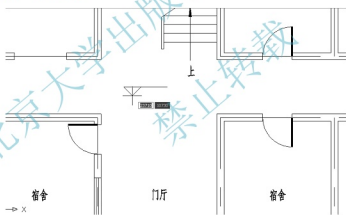

图 3.105 确定“标高”图块的位置
(3) 在指定插入点或 [基点 (B)/ 比例 (S)/ 旋转 (R)/ 预览比例 (PS)/ 预览旋转 (PR)]: 提示下, 在如图 3.105 所示处单击, 将“标高”图块插入到该位置。
(4) 在输入标高值 <?0.000>: 提示下, 按 Enter 键执行尖括号内的默认值。